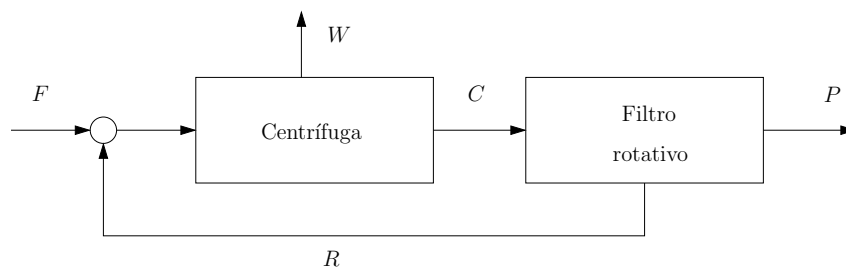

Figura 2: Fluxograma de recuperação de produto farmacêutico.
2. O fluxograma de recuperação de um produto farmacêutico é apresentado na Figura 2. Trata-se de um processo de múltiplas unidades, com reciclo e sem reação química no estado estacionário. Denominando o produto farmacêutico como  $F$  e a água como  $A$ , calcule os valores das variáveis indicadas com “?” na Tabela 1.